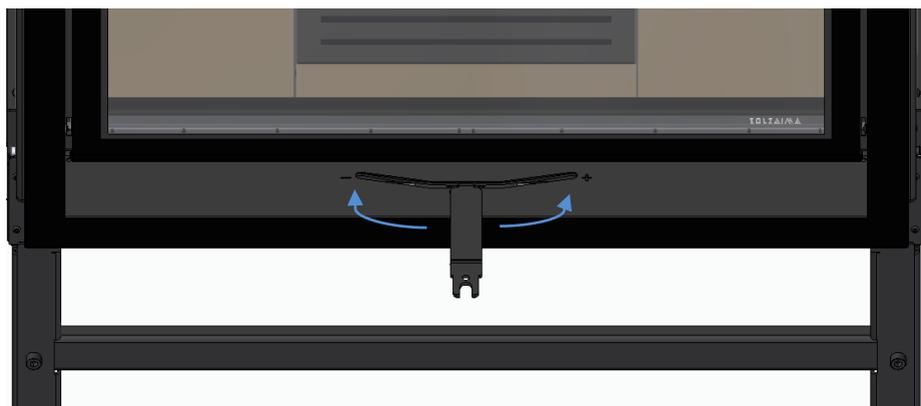

Figura 34
Para abrir os registos de ar - Deslizar o regulador para o lado direito (referenciado com o símbolo “+”) com a chave que vem no equipamento, durante a fase de acendimento e maior consumo de lenha, ver Figura 34.
- a) Abrir o regulador de ar de combustão, deslocar o regulador de combustão para a posição “+” (ver Figura 34);